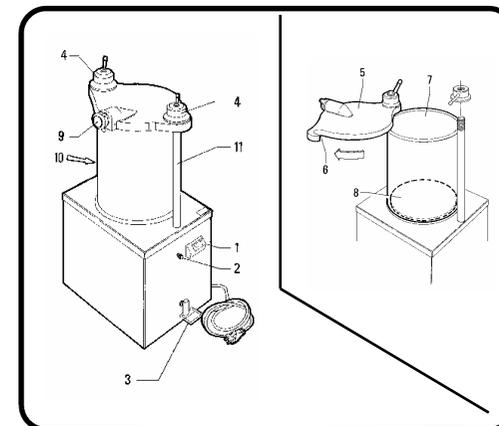

Fig. 6.2.1
Per una adeguata pulizia della macchina da residui di impasto, rimuovere il coperchio svitando le ghiera di bloccaggio "4" fig. 6.2.1.
Estrarre il cilindro sollevandolo perpendicolarmente ai due perni "10" e "11" fig. 6.2.1.
- Dopo aver collegato la macchina alla linea elettrica, premere il pulsante di avvio "1" fig. 6.2.1 .
- Allentare le ghiera "4" di bloccaggio del coperchio di alcuni giri. Sollevare il coperchio e ruotarlo lateralmente come in fig. 6.2.1.
- Dopo avere scelto e montato l'imbuto di uscita tramite la ghiera "9", fig. 6.2.1 premere il pulsante di avvio "1".
- Quando il contenuto del cilindro è finito, portare il tampone nella posizione iniziale sollevando il pedale (fig. 6.2.1).